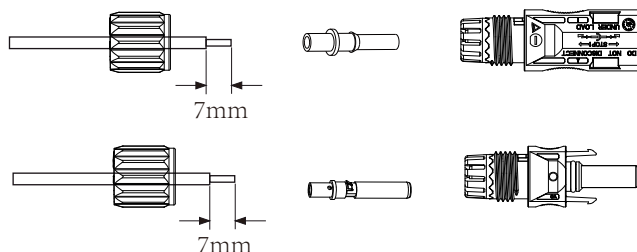

Figura 6.3 Desmontagem da bucha do conector
a) Descape o isolamento do fio fotovoltaico em 7 mm, desmonte a porca de capa do conector, passe um fio fotovoltaico pela porca de capa do conector (veja a Figura 6.3). Repita essa operação com todos os fios fotovoltaicos, prestando atenção especial à polaridade do conector.